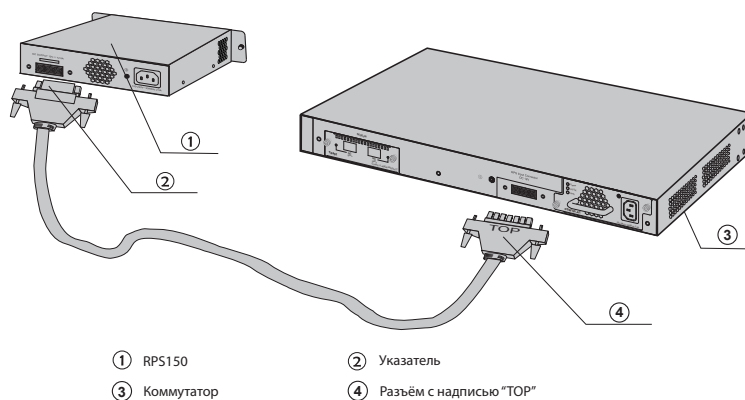

Рисунок 5-5 Подключение через RPS150
3. Соедините RPS150 с коммутатором с помощью кабеля питания постоянного тока (см. рисунок 5-5). Один конец кабеля помечен буквами "TOP" (держать этой стороной наверх), на другом конце расположен указатель. Конец кабеля с надписью "TOP" подключите к разъёму коммутатора так, чтобы надпись "TOP" смотрела вверх, другой конец подключите к блоку питания так, чтобы указатель смотрел вверх.